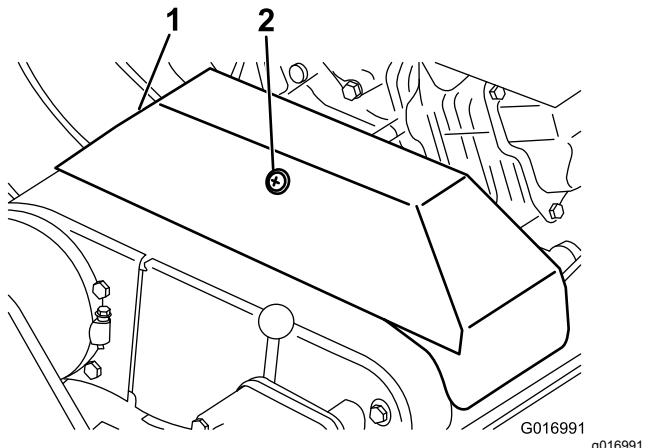

Bild 34
3. Lösen Sie den Halter, mit dem die Treibriemenabdeckung befestigt ist. Drehen Sie die Abdeckung, um sie zu öffnen (Bild 34).